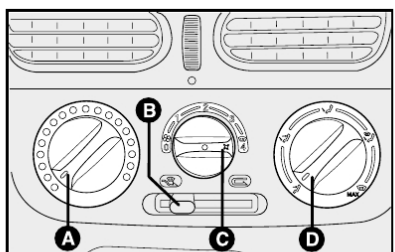

fig. 28
4) Ligar o ar-condicionado apertando o seletor **C-fig. 28**.
COMANDOS fig. 28
O ar-condicionado é muito útil para acelerar o desembaçamento, pois desumidifica o ar. É suficiente regular os comandos para a função de desembaçamento e ativar o condicionador, apertando o seletor **C-fig. 28**.
1) Condicionador de ar ligado: seletor **C-fig. 28**.
1) Seletor para a temperatura do ar **A-fig. 28** totalmente posicionado à esquerda.
2) Seletor do ventilador **C-fig. 28** posicionado na velocidade máxima.
3) Seletor de distribuição do ar **D-fig. 28** apontado para ; controlar para que todas as saídas de ar estejam totalmente abertas.